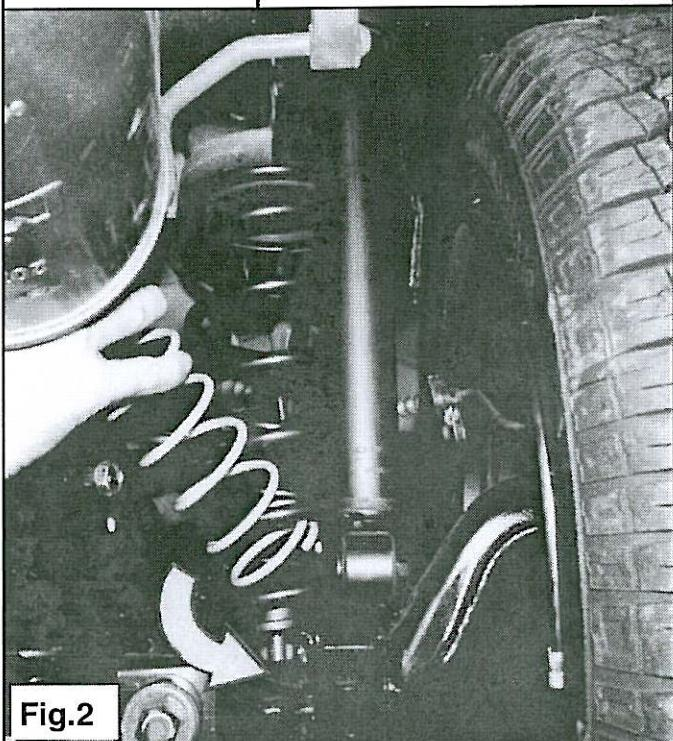

Fig.2
7. Steek de hulpveer **C** d.m.v. een kantelbeweging in de hoofdveer. (zie fig. 2). Schroef de hulpveer omhoog in de hoofdveer.
7. Put auxiliary-spring **C** by way of elevation in the mainspring (See fig. 2) .Screw the auxiliary-spring up through the windings of the mainspring.
7. Niveaufeder **C** mit einer Kantelbewegung in den Hauptfeder bringen. (Sehe Bild 2). Schraub den Niveauleder **C** zwischen den Windungen des Hauptfenders durch hoch.